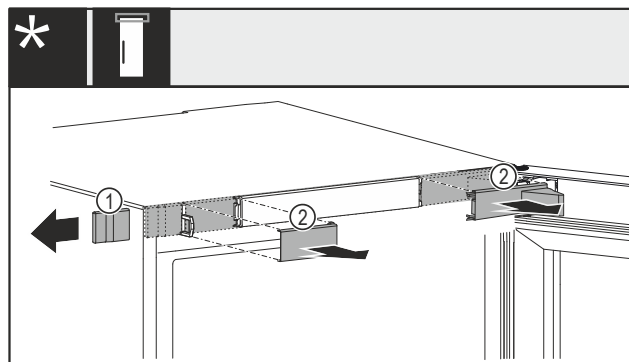

Fig. 14 Z mehansko ali električno ključavnico*
- Pokrov Fig. 14 (1) previdno odstranite na stran.*
- Pokrove Fig. 14 (2) previdno odstranite v smeri naprej.*